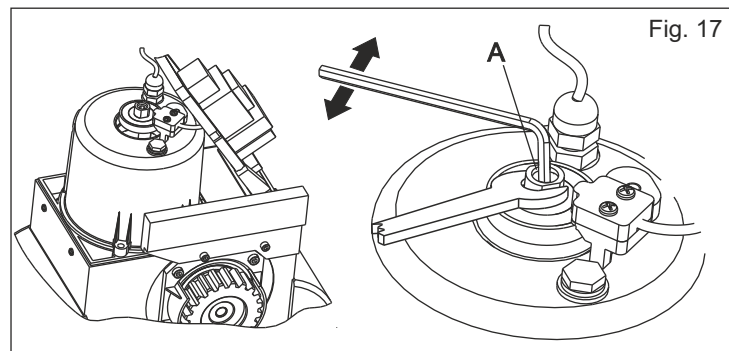

Fig. 17
- Obrar sobre el tornillo "A" (Fig. 17) en la siguiente manera: